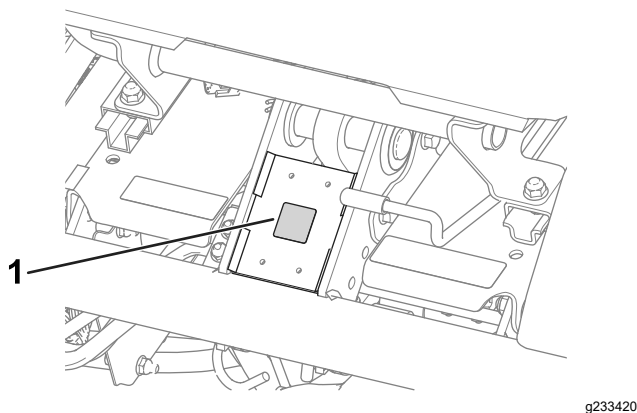

Bild 9
- Bringen Sie den CE-Kennzeichnungsaufkleber am Rahmen unter der Vorderseite des Sitzes an (Bild 9).